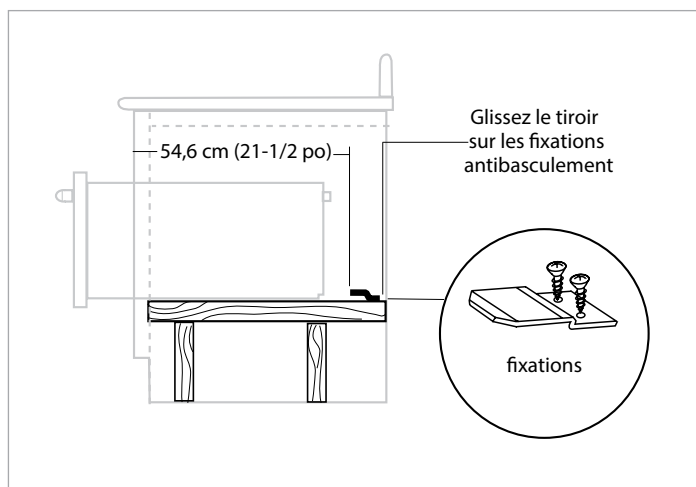

Fig. 11
La section arrière inférieure de l'élément doit être fabriquée en contreplaqué plein ou de deux poutres 2 x 4. Il comporte les clips de montage antibasculément et supporte le poids du tiroir chauffant, à savoir 90 lbs. (voir Fig. 11 et 12). Si on utilise deux poutres de 2 x 4, la distance entre leurs centres doit être de 20" pour pouvoir fixer le tiroir chauffant.
1. Fixez, à l'aide des vis fournies, les fixations de montage qui doivent être installées sur le support inférieur, à l'arrière, pour empêcher tout basculement. Voir les mesures de placement à la figure ci-dessous (voir Fig. 11).